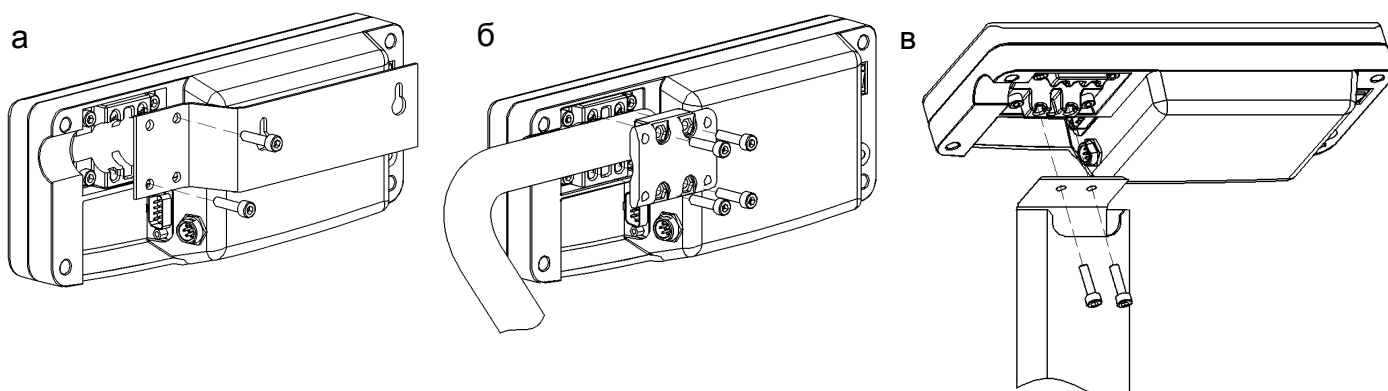

Рисунок 5.4 - Варианты крепления устройства индикации:
- подсоединить двумя винтами М5х20 кронштейн к устройству индикации (рисунок 5.4а);
- закрепить устройство индикации на стойке кронштейном, затянув четыре винта М5х30 с небольшим усилием (рисунок 5.4б). Излишек кабеля заправить в стойку со стороны устройства индикации;
- закрепить двумя винтами М5х20 устройство индикации на стойке (рисунок 5.4в).